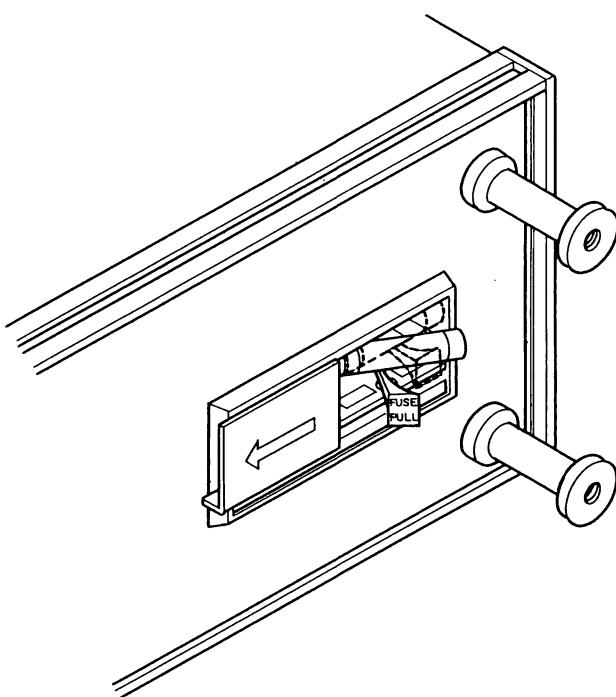

図9-1 ヒューズ・プラーを引いてヒューズを外した状態
- 1) 電源コードを抜き、電源入力コネクタ⑯の半透明のプラスティックカバーを左にスライドします。
- 2) ヒューズ・プラー（“FUSE PULL”と印字されたレバー）を手前に引くと、ヒューズが右側のクリップから外れます。（図9-1参照）後は外れた部分を持って、引っ張って外します。